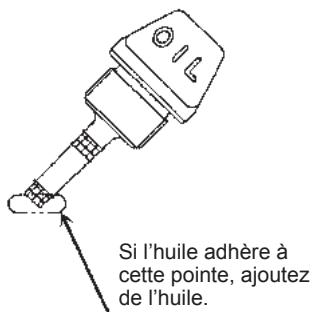
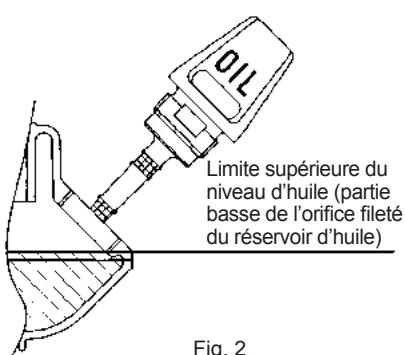

Fig. 1
Fig. 2
- Lorsqu'il manque de l'huile et que seule la pointe de la jauge d'huile touche l'huile, notamment quand la jauge sertie insérée dans le carter du moteur sans se visser (Fig. 1), versez de l'huile dans l'orifice du réservoir (Fig. 2).
(Reportez-vous à la Fig. 2 de la page précédente).